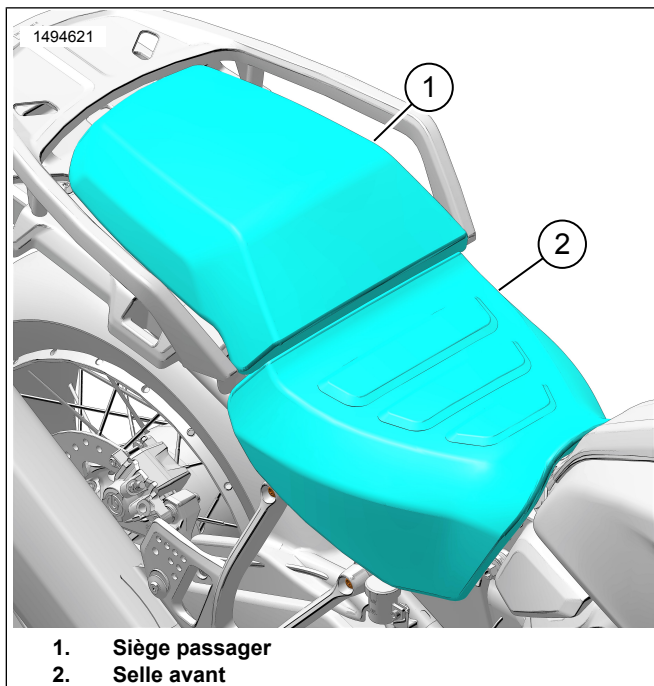

Figure 2. Selle
1. Voir la figure 2. Retirer le siège passager (1) et la selle (2). Consulter le manuel d'entretien.
1. Voir la figure 2. Installer la selle (2) et le siège passager (1). Après avoir posé la selle, la tirer vers le haut pour vérifier qu'elle est bien fixée. Consulter le manuel d'entretien.